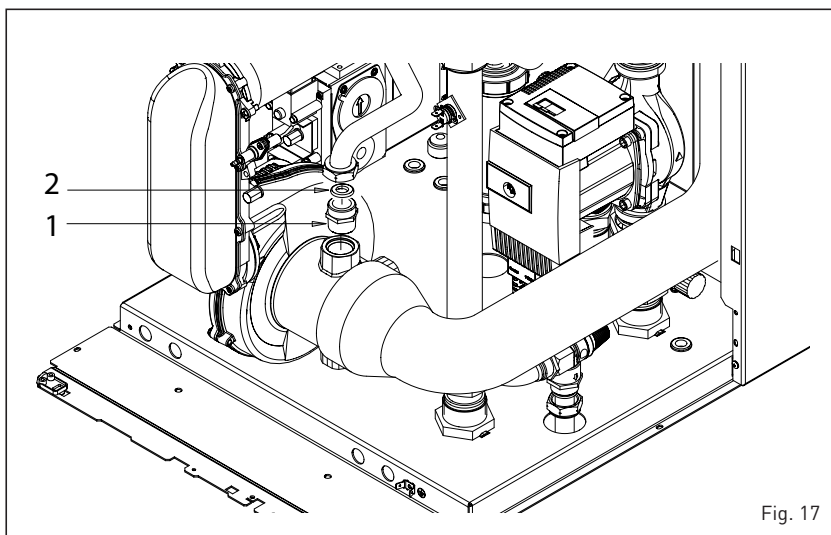

Fig. 17
4.2 TRANSFORMAÇÃO PARA OUTRO GÁS (fig. 17)